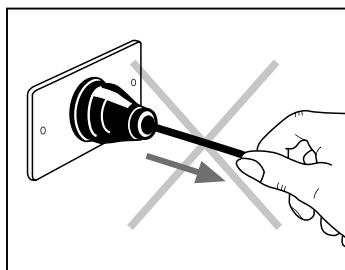

Abb. 2
- Um den Stecker aus der Steckdose zu ziehen, ziehen Sie nicht am Kabel oder das Gerät selbst. **(Abb. 2)**.